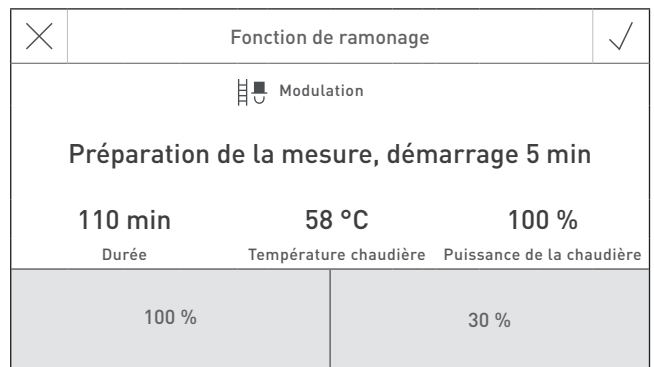

Fig. 67
- La chaudière est préparée pour la mesure – Fig. 67. La température de la chaudière est réglée sur 60 °C environ pendant 120 minutes.